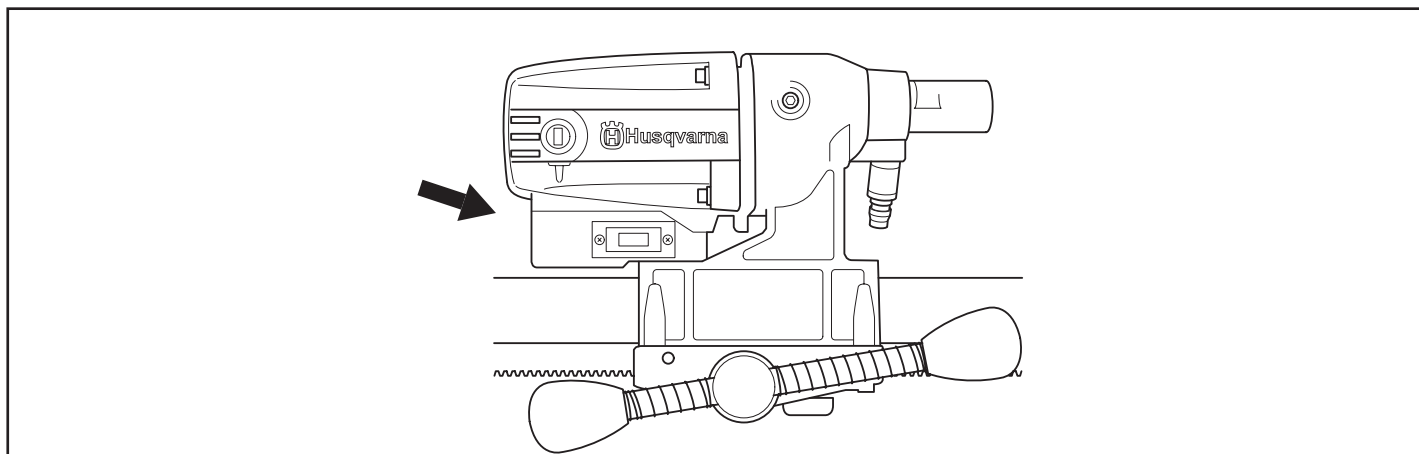

Fig. 6
- La macchina sia collegata a una presa con messa a terra (fig. 7) la cui tensione di rete corrisponde a quella indicata sulla targhetta sul lato della macchina (fig. 6).
- Das Gerät muss an einen geerdeten Stromanschluss (Abb. 7) angeschlossen sein, bei dem die Netzspannung mit der Spannung übereinstimmt, die auf dem Schild auf der Oberseite des Geräts steht (Abb. 6).
- La machine est branchée à une prise de terre de protection (Fig 7) dont la tension de réseau est conforme à celle indiquée sur la plaque signalétique sur le côté de la machine (Fig. 6).
- De aansluiting in een geaard stopcontact zit (Fig. 7), waarbij de netspanning klopt met de spanning die op het plaatje op de zijkant van de machine staat (Fig. 6).